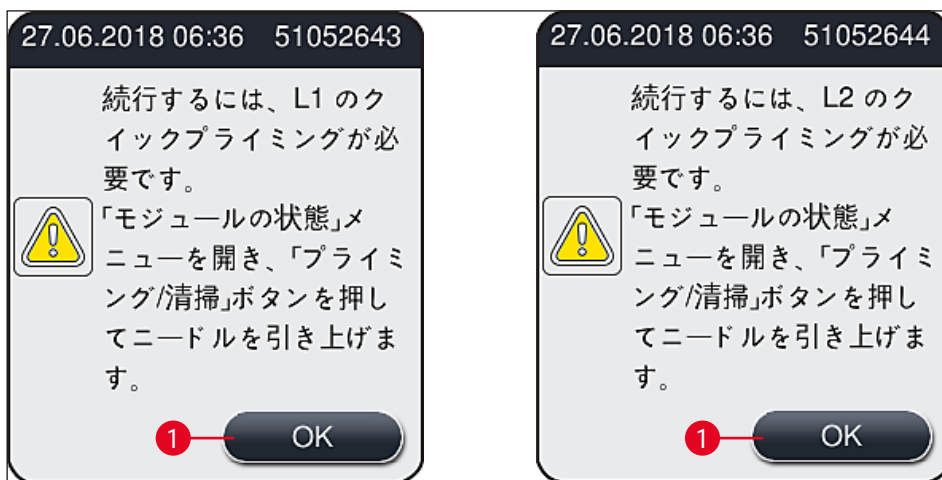

図 51
- ① 初期化の終了後、画面にメインメニュー (→ 図 19) が表示され、使用中の封入ラインの**クイックプライミング**実行をオペレーターに促すメッセージが表示されます (→ 図 51)。OK (→ 図 51-1) を押してメッセージを確認し、続いて画面に表示される指示に従います (→ P. 119 - 7.3 プライミング/クリーニング用ホースシステムの用意)。